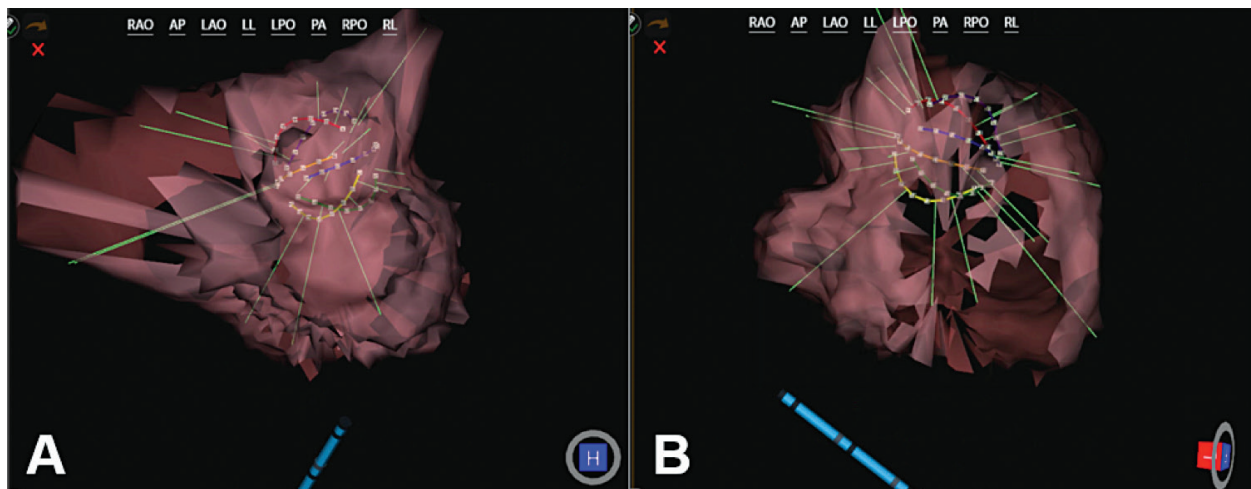

Abbildung E-1. Bereich A: Die Ultraschallvektoren scheinen die Kammeroberfläche zu approximieren.
3. Aktivieren Sie den Ultraschall, um sicherzustellen, dass sich die Ultraschallvektoren der Kammerwand annähern. (Abbildung E-1, Feld A) Klicken Sie mit der linken Maustaste, um die Kammeransichten zu drehen. (Abbildung E-1, Feld B)